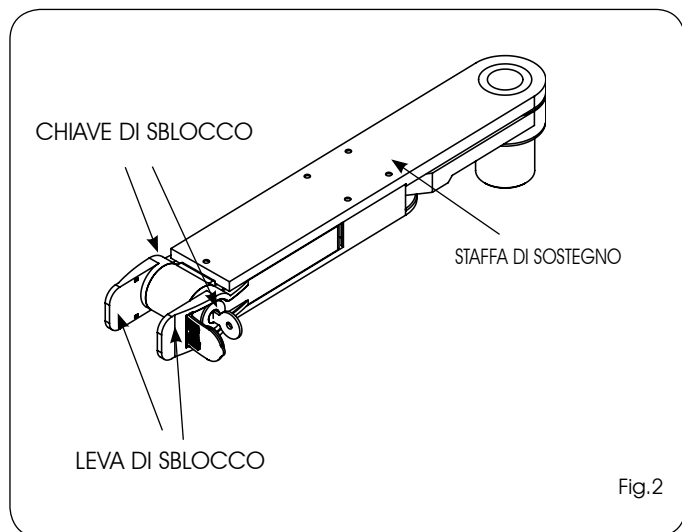

Fig.2
- 1) Riportare la leva di sblocco nella sua posizione di riposo (Fig.2)